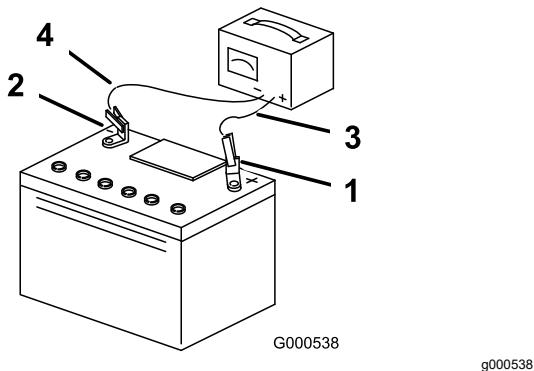

Figura 49
- Cuando la batería esté completamente cargada, desconecte el cargador del suministro eléctrico, y desconecte los cables del cargador de los bornes de la batería (Figura 49).